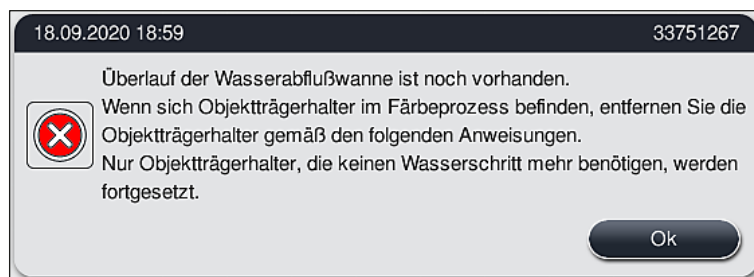

Abb. 125
- Konnte die Blockierung trotz der Reinigungsversuche nicht behoben werden, werden die Wasserstationen wegen des weiter bestehenden kritischen Wasserstands deaktiviert. Die Wasserstationen werden als defekt angezeigt. Zum Abbrechen eines oder mehrerer Programme (→ "Abb. 123-2") oder (→ "Abb. 124-2") drücken, um den kontrollierten Abbruch zu starten. Programme, die keinen Wasserschritt erfordern, werden bis zum Ende des Färbeprozesses fortgesetzt. Verbleibende Objektträgerhalter, die noch mindestens einen Wasserschritt erfordern, müssen storniert und aus dem Gerät entnommen werden. Die Meldung (→ "Abb. 125") durch Drücken von **Ok** bestätigen.